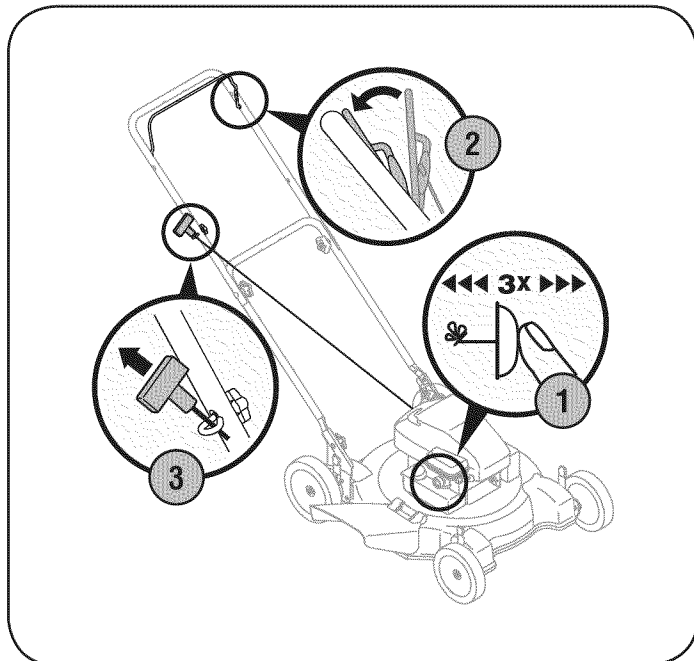

Figura 10
1. Comenzando el motor por primera vez, empuje el cebador cinco veces. Para todas las futuras ventajas, empuje el cebador tres veces. Espere aproximadamente dos segundos entre cada presión. Vea la Figura 10. No cebe el motor caliente para reiniciarlo luego de una detención breve.
3. Sostenga firmemente las dos manijas juntas, tome la manija del arrancador de retroceso y tire de la cuerda para sacarla con un movimiento rápido y continuo. Vea la Figura 10. Mantenga firme la manija del arrancador, deje que la cuerda regrese lentamente al arrancador. Repita hasta que el motor esté en marcha. Deje que la cuerda se enrosque lentamente de regreso.